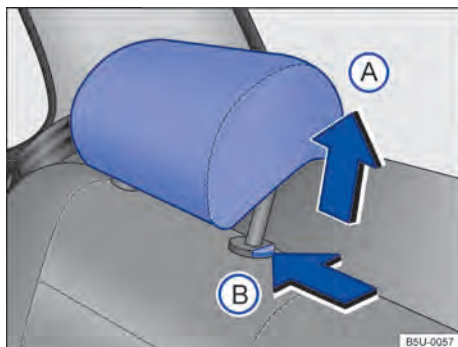

Fig. 61 Apoio para cabeça traseiros: desinstalar.
- Pressionar o botão → Fig. 61 (B) no sentido da seta. Retirar o apoio para cabeça com o botão pressionado.
- Empurrar o apoio para cabeça para baixo com o botão → Fig. 61 B pressionado.